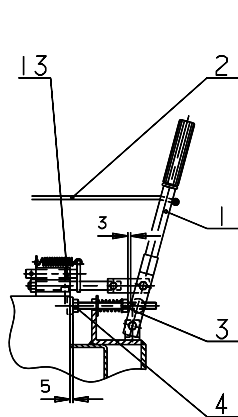
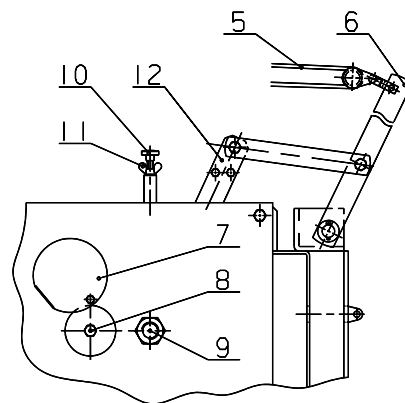

Bild 7
Bild 8
Zuerst wird der Kleinschutzgitter entfernt. Dann wird der Deckel entfernt (Pos. 7, Bild 8), und die Trommel in jene Position gedreht, die das Ablösen der Schraube an der Trommel ermöglicht (Pos. 8). Bevor die Schraube gelöst wird, wird der Bremshebel (Pos. 1 Bild 7) in die Position AUS eingestellt. Das Drahtseil wird in die obere Seilführung und über die obere Umlenkrolle zur Seiltrommel eingeleitet. Das Seil wird in die Rille eingeleitet, und die Schraube (Pos. 8) angezogen. Danach beginnt man mit dem Aufwickeln, wie es beim Verfahren des Ziehens geschrieben ist.
Nachdem die Winde richtig angebaut worden ist, beginnt man mit dem Abwickeln des Drahtseils. Dies geschieht durch Ziehen der roten Schnur (Pos. 2). Dabei nimmt der **Hebel 1** die Position AUS (Bild 7) ein. Die Bremse wird entlastet und das Drahtseil kann abgewickelt werden. Im Fall, dass das Drahtseil erst auf die Trommel aufgewickelt wurde oder eine falsche Aufwicklung festzustellen ist, so muss das Drahtseil auf der ganzen Länge abgewickelt werden. Mit dem Schlepper, der sich im Freilauf befindet, wird dann die Winde belastet und das Seil auf der Gesamtlänge wieder aufgewickelt.
Mit dem Zug an der grünen Schnur (Pos. 5) nimmt der **Hebel 12** die Position EIN (Bild 8) ein. Das Drahtseil beginnt sich auf die Trommel aufzuwickeln. Sobald man diese Schnur loslässt, bleibt das Drahtseil stehen und die Bremse hält sofort die Trommel an und damit auch die Last zurück.
Es ist verboten, irgendwelchen Eingriff in den Einschaltmechanismus zu unternehmen, der einen synchronen Betrieb der Kupplung und Bremse verhindern würde. Es ist ebenfalls verboten, während des Ziehens den Bremshebel anzuziehen (Pos. 1, Bild 7).
Nachdem das Dynamometer (od. Waage) befestigt worden ist, wird an der Schnur (Pos. 5, Bild 8) mit einer Kraft von 350 N (35 kg) gezogen, dabei lehnt sich der Kupplungshebel ans Gestell an, das weiteres Bewegen des Hebels blockiert. Wenn die eingesetzte Zugkraft zu klein ist, wird die Mutter (Pos. 9, Bild 8) nach rechts angezogen, und zwar wird diese so lange nachgezogen, bis die erforderliche Kraft erreicht wird, bzw. bis der Hebel 6 vom Gestell abrückt. Danach muss die Mutter minimal nach links gelöst werden, und somit ist die Kupplung entsprechend eingestellt.
Mit der Schraube (10) und Flügelmutter (11) (Bild 8) wird die Vorbremse eingestellt. Durch richtige Einstellung wird es zugesichert, dass sich das Drahtseil nicht von selbst bzw. zu schnell von der Trommel abwickelt. Das würde bei einer schnellen Entlastung der Bremse und schnellem Abwickeln das Drahtseil beschädigen.
Die Bremse wird mittels **Mutter (3)** und **Mutter (4)** eingestellt. Der **Bremshebel (1)** nimmt dabei die Position EIN (Bild 7) ein.
Die Wartung umfasst den Einschaltmechanismus (Pos. 13, Bild 7), der von Zeit zu Zeit gereinigt werden muss. Nach der Reinigung muss dieser mit einem Spray (Empfehlung WD-Spray) besprüht werden, und man erreicht dadurch eine zweifache Funktion: